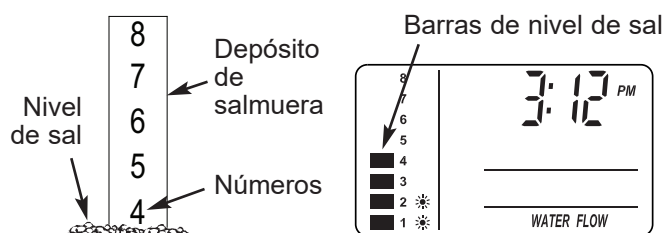

FIG. 24
2. La escala de nivel de sal, en el depósito de salmuera dentro del tanque, tiene los números 0 a 8 (vea la Fig. 24). Fíjese en el número más alto en el que esté nivelada la sal, o al que esté más próxima.
3. Presione el botón SET SALT LEVEL (Fijar el nivel de sal) tantas veces como sea necesario para que las barras de nivel de sal (vea la Fig. 24) coincidan con el número de la depósito de salmuera. En el nivel 2 o inferior, destellará la luz “Low Salt” (Bajo nivel de sal).